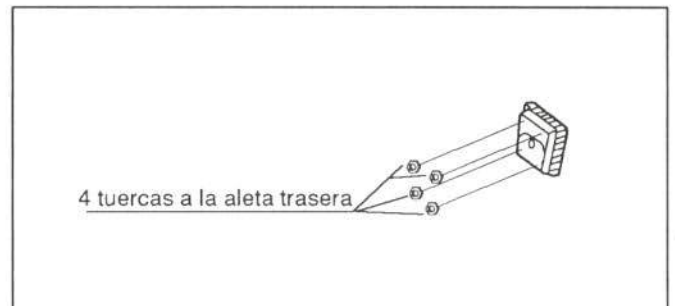

Figura 54.- Fijación de los pilotos
El fabricante los comercializa como pieza de recambio independiente. En la figura 54 se muestra su fijación.
- Piloto trasero (figura 54)